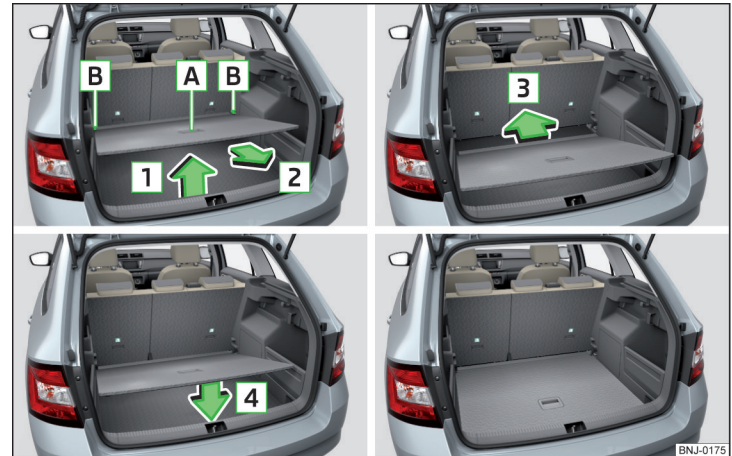

Fig. 92 Reglarea podelei variabile în poziția inferioară
- Prindeți podeaua variabilă de mânerul **A** » fig. 92.